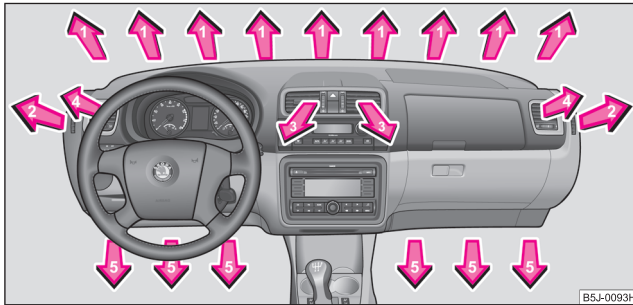

Fig. 87 Gurile de ventilație a aerului
- Reglați gurile de ventilație 3 și 4 astfel încât curentul de aer să fie îndreptat ușor în sus ⇒ pagina 85, fig. 87.
- Reglați gurile de ventilație **3** și **4** ⇒ pagina 85, fig. 87 astfel încât curentul de aer să fie îndreptat ușor în sus.
Distribuția aerului prin gurile de ventilație poate fi reglată și de la tastele de comandă ale Climatronic ⇒ pagina 82. Gurile de ventilație 3 și 4 ⇒ fig. 87 se pot deschide și închide separat. ■